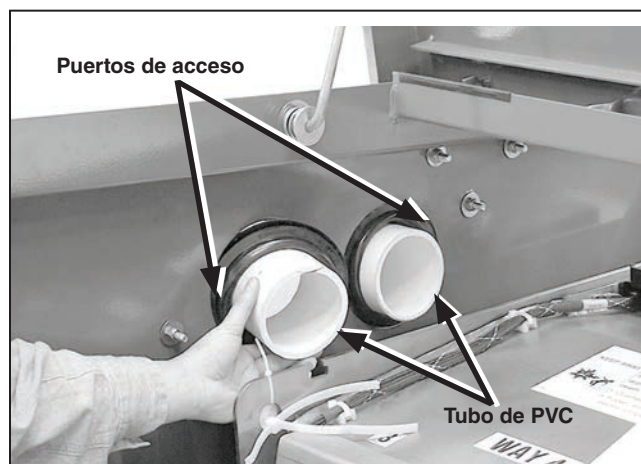

Figura 26. Inserte el tubo de PVC en el puerto de acceso.
- Inserte el tubo de PVC de tres pulgadas en el puerto de acceso. Ver Figura 26. Asegúrese de que se vea el tubo por ambos lados con longitudes iguales en el compartimiento para baja tensión y en el gabinete tipo pedestal.